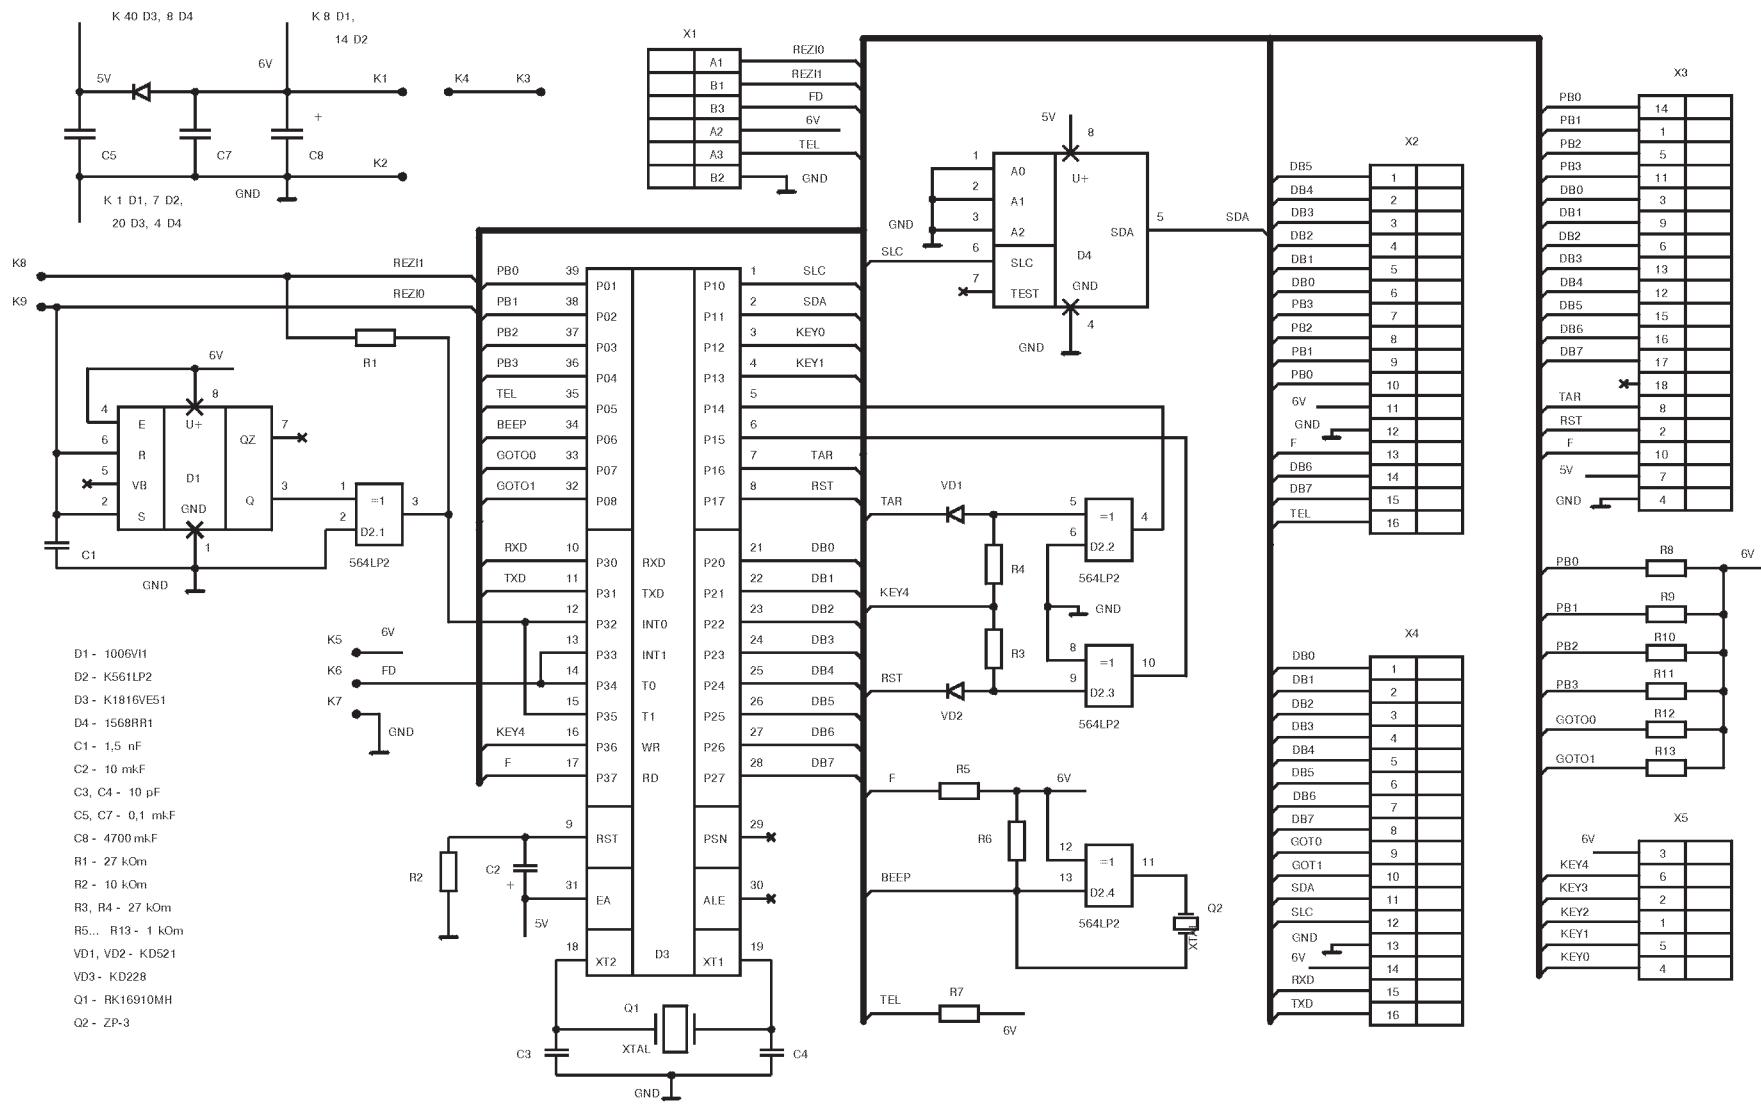

Рис. 6. Схема электрическая принципиальная метрологической платы
5.3.7. В метрологической плате METR51 (Рис.6) программа работы весов хранится во внутренней памяти процессора. Работа процессора аналогична.